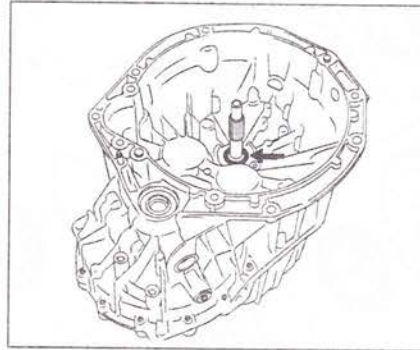

Рис. 5.28. Вкрутите в манжету болт и вытащите ее щипцами.
2. Вкрутите в манжету болт и вытащите ее щипцами (рис. 5.28).